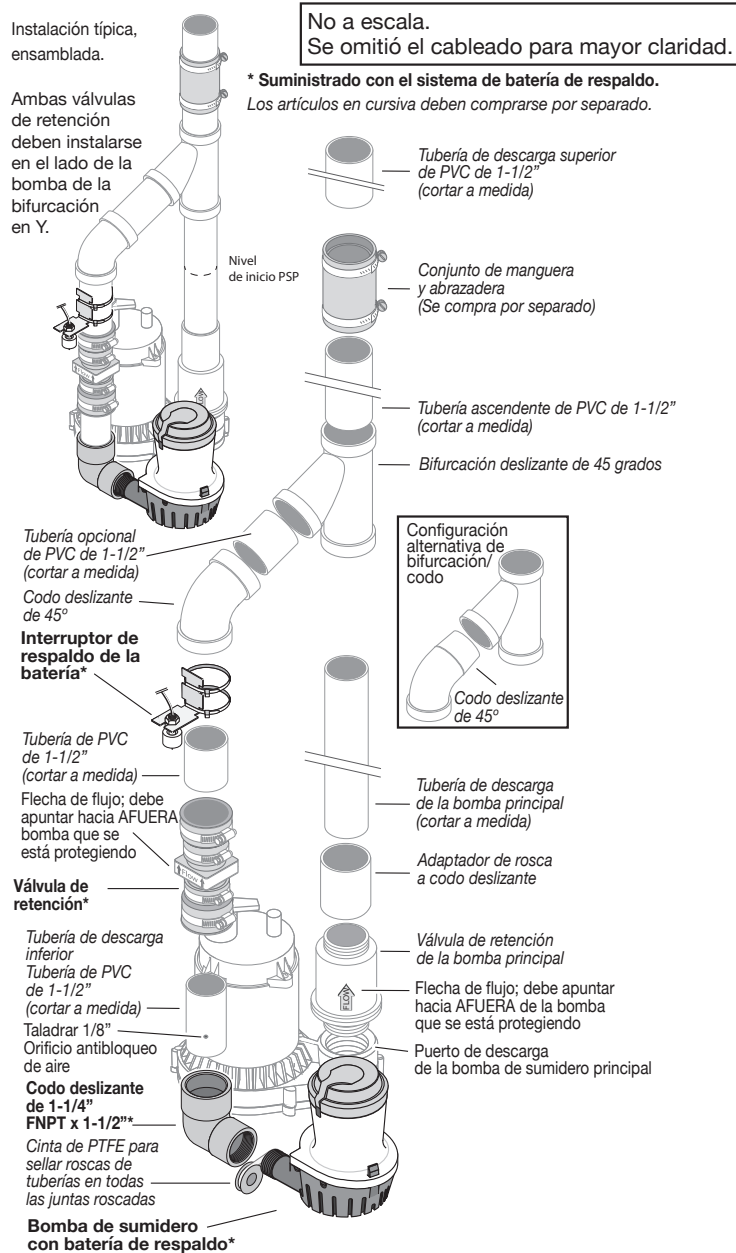

Figura 3: Tubería de descarga común - Instalación típica
- ◆ Si es posible, instale el BBU de modo que la descarga vaya directamente al exterior (separe la tubería de descarga de la tubería de descarga de la bomba de sumidero principal). Si esta no es una opción práctica, consulte la opción "Descarga común" (Figura 3).
2. Si no hay una válvula de retención en la descarga de la bomba de sumidero principal, deberá instalar una. También debe instalar una en la tubería de descarga del BBU (Figura 3). Asegúrese de que la flecha de flujo de la válvula de retención apunte hacia AFUERA de la bomba que está protegiendo.